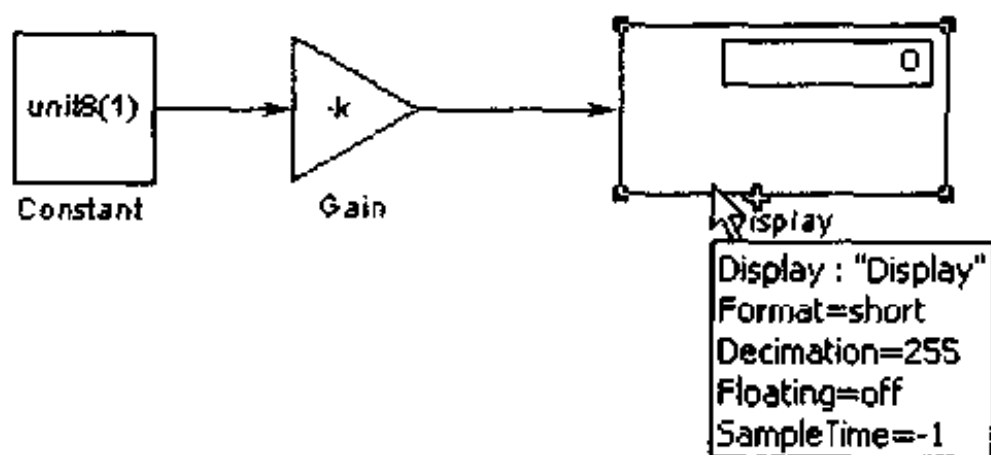

图 5-19 示例模型
(1) 如果信号数据类型无法表示参数值, Simulink 将中断仿真, 并给出错误信号。请看下面的模型(图 5-19), 表 5-5 列出了模型中各个模块的参数值。